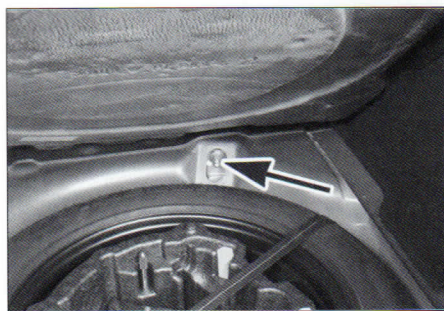

FIG. 13
- Desmontar la fijación superior del amortiguador derecho (fig. 13).